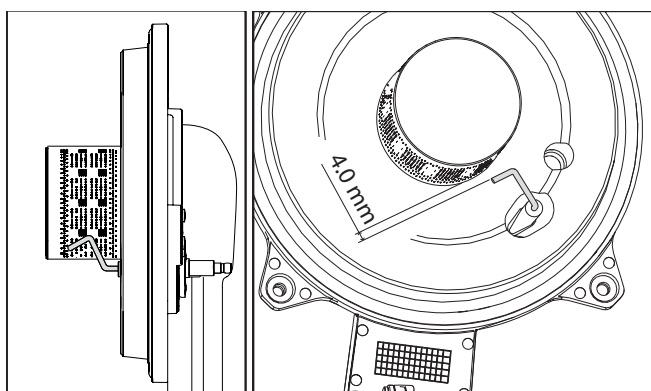

fig. 39
- După fixare, controlați cu atenție distanța dintre electrod și arzător (vezi fig. 39).